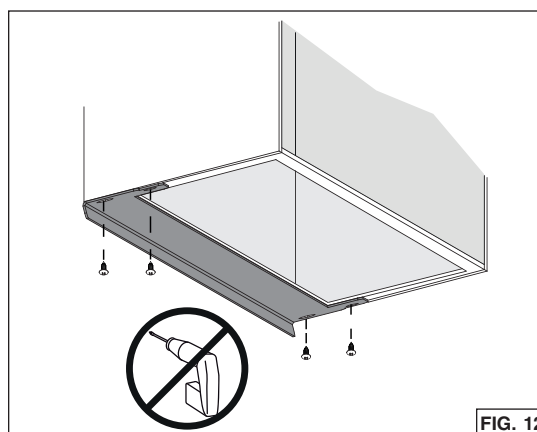

FIG. 12
7. Trois différents formats de bandes protectrices sont incluses avec ces appareils. Elles conviennent à des armoires allant jusqu'à 13 po de profondeur. Pour des armoires allant jusqu'à 15 po de profondeur, un autre ensemble de 4 bandes protectrices est offert (pour HBN1246SS: HADTBN24, pour HBN1306SS: HADTBN30). Choisir la bande qui peut couvrir la lisière arrière de l'armoire. Utiliser 4 vis à bois à tête bombée n° 6 x 5/8 po (incluses) pour la fixer (FIG. 12).